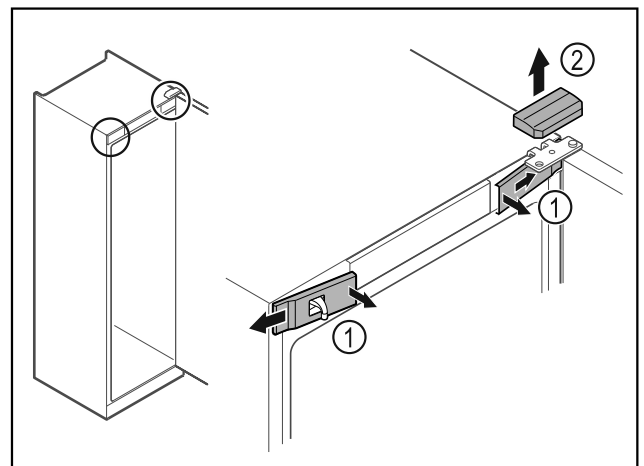

Fig. 13
- ▶ Deblocați apărătorile frontale din interior Fig. 13 (1) și detașați-le în lateral.
- ▶ Scoateți în sus Fig. 13 (2) apărătoarea.